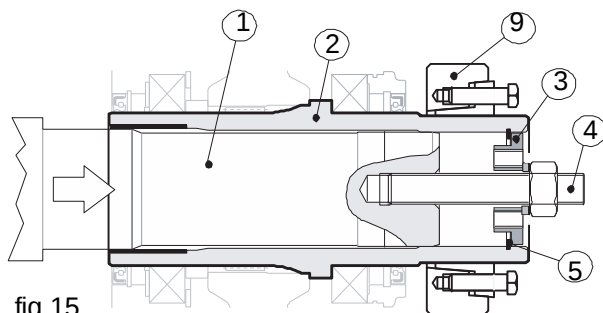

fig.15
Quindi inserire nelle loro sedi prima il seeger per interni (pos. 5), poi il fondello (pos. 3), a questo punto avvitando il dado della barra filettata si portano i due alberi a battuta tra di loro (vedi fig. 15).